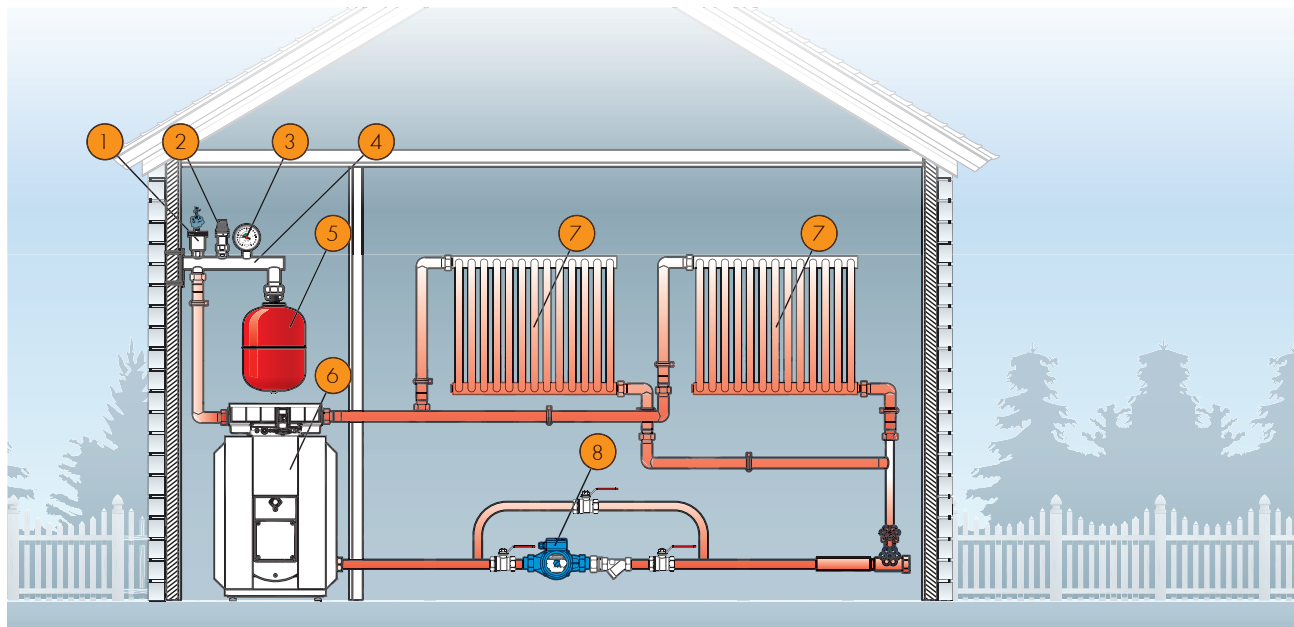

Рисунок 3
5.1 Монтаж расширительного бака (рисунок 3)